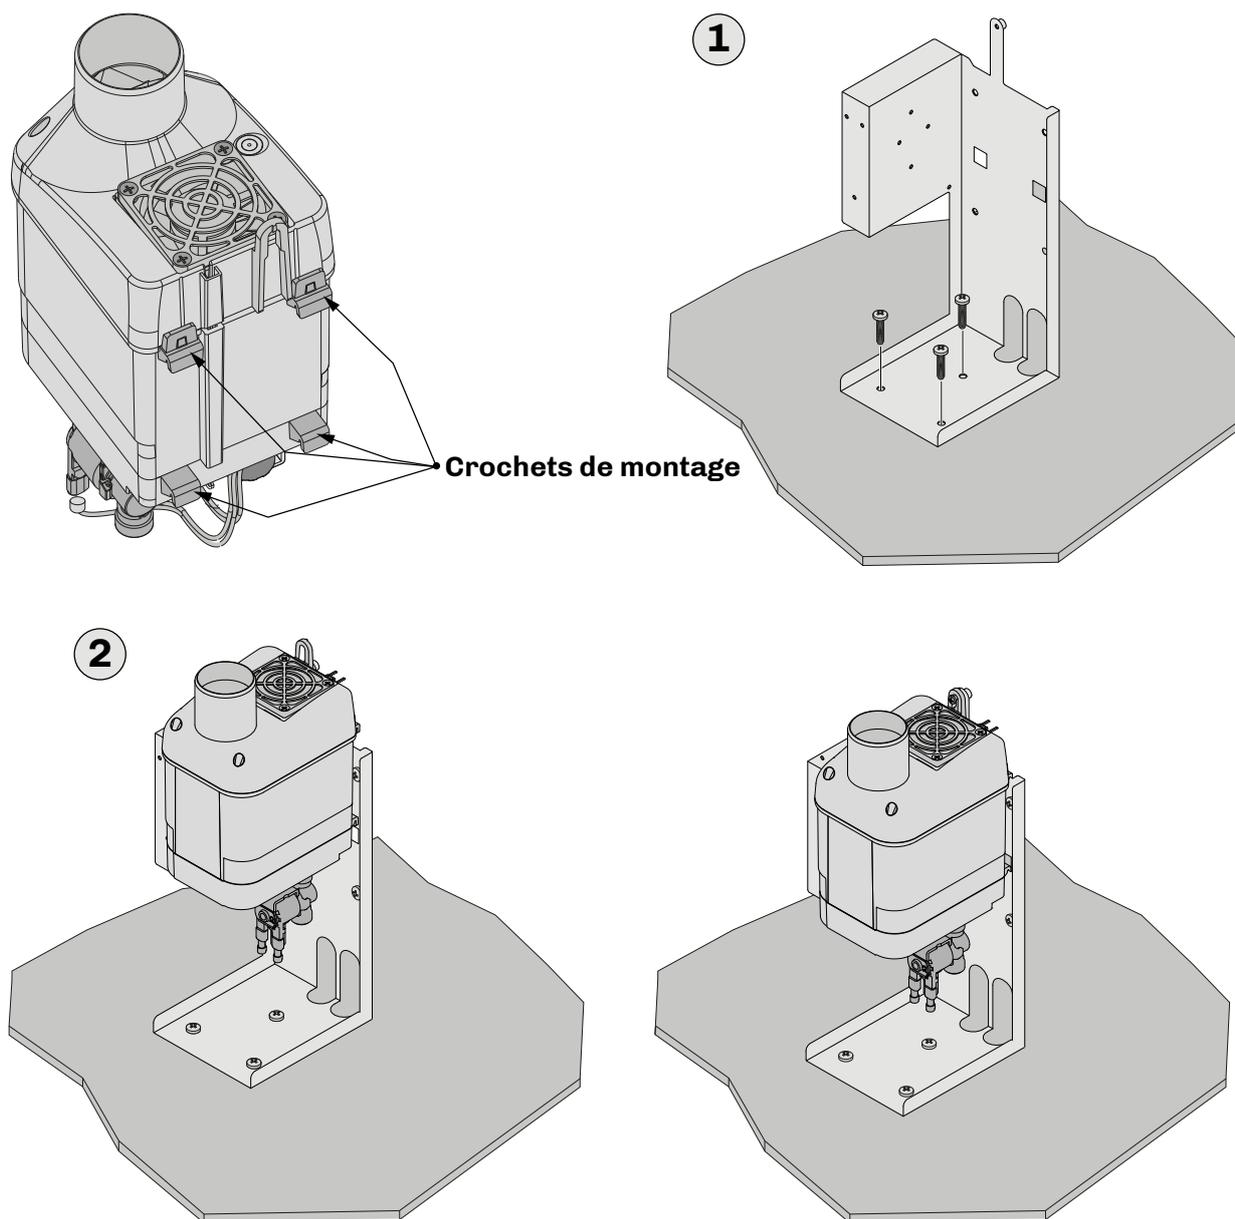

Fig. 10. Instructions de montage du boîtier sur une base d'appui
- Fixer le boîtier à la base en suivant les instructions fournies sur l'illustration « **FIG. 10. INSTRUCTIONS DE MONTAGE DU BOÎTIER SUR UNE BASE D'APPUI** » PAGE 22 et les dimensions des trous et du boîtier indiquées au sous-chapitre « **4.3.2 DIMENSIONS MISTRAL AVEC BOÎTIER** » PAGE 15 (1) ;
- Accrocher l'humidificateur **Mistral** au boîtier, en veillant à ce qu'il soit bien fixé (2) ;